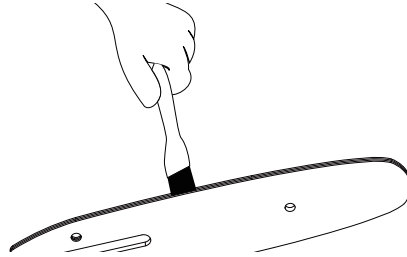

Abb. 27
2. Entfernen Sie mit einer Drahtbürste, einem Schraubenzieher oder einem ähnlichen Werkzeug die Rückstände aus der inneren Nut des Schwerts (Abb. 27).